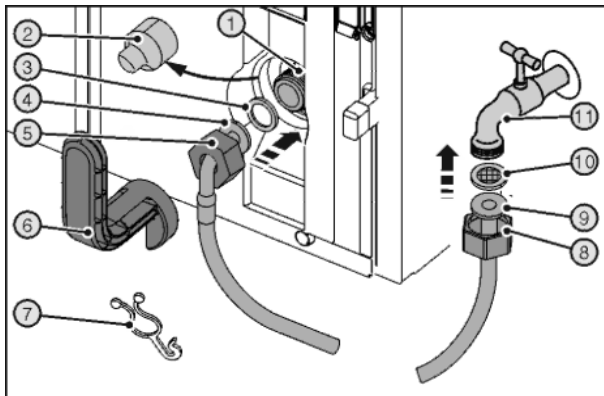

Fig. 27
- ▶ Abdeckung Fig. 27 (2) abziehen.
- ▶ Mutter Fig. 27 (5) über das abgewinkelte Schlauchende Fig. 27 (4) bis zum Ende schieben und festhalten.
- ▶ Dichtung Fig. 27 (3) befeuchten und in der Mutter Fig. 27 (5) am abgewinkelten Schlauchende Fig. 27 (4) andrücken.
- ▷ Dichtung Fig. 27 (3) liegt flach am abgewinkelten Schlauchende Fig. 27 (4) an und wird leicht gehalten.
- ▶ Mutter Fig. 27 (5) mit am abgewinkelten Schlauchende Fig. 27 (4) anliegender Dichtung Fig. 27 (3) am Magnetventil Fig. 27 (1) anschließen.
- ▶ Mutter Fig. 27 (8) über das gerade Schlauchende Fig. 27 (9) bis zum Ende schieben und festhalten.
- ▶ Auffangsieb Fig. 27 (10) in Mutter Fig. 27 (8) einsetzen.
- ▷ Auffangsieb Fig. 27 (10) liegt flach am gerade Schlauchende Fig. 27 (9) an und wird leicht gehalten.
- ▶ Mutter Fig. 27 (8) mit am geraden Schlauchende Fig. 27 (9) anliegendem Auffangsieb Fig. 27 (10) am Absperrhahn Fig. 27 (11) anschließen.
- ▶ Anschlüsse mit Hilfswerkzeug Fig. 27 (6) im Uhrzeigersinn festziehen.
- ▶ Hilfswerkzeug Fig. 27 (6) mit Lasche Fig. 27 (7) am Edelstahlschlauch zur Aufbewahrung befestigen.